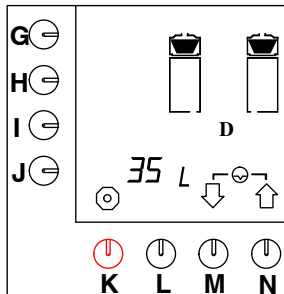

Fig. 40 Nullstilling av kaffetraktesystemets tellefunksjon pr. dag
- Trykk på valgtasten (M.)↓ inntil fig.40 vises på displayet.